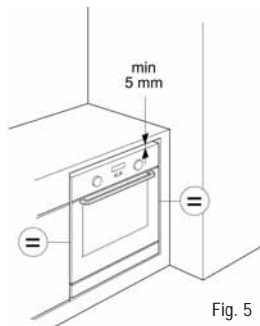

Fig. 5
- Installare il forno facendo attenzione che le pareti dello stesso non entrino direttamente in contatto con i mobili adiacenti (Fig. 5).
- Per i forni installati sotto un piano di lavoro, è necessario uno spazio di almeno 5 mm tra il bordo superiore del forno e il bordo inferiore del piano (Fig. 5). **Non ostruire assolutamente questo spazio onde evitare di compromettere il perfetto funzionamento dell'apparecchio.**